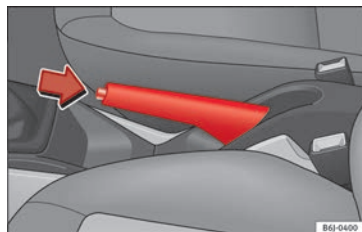

Fig. 169 Frein à main entre les sièges avant.
– Serrez le frein à main à fond en tirant le levier vers le haut » **fig. 169**.
– Soulevez légèrement le levier du frein à main, appuyez sur le bouton de déblocage dans le sens de la flèche » **fig. 169** et abaissez le levier au maximum » **△**.